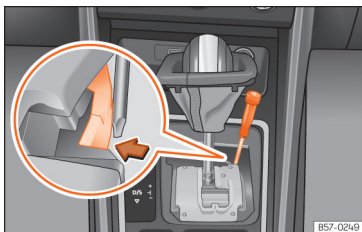

Abb. 217 Wählhebel: Notentriegeln aus der Parkstellung.
- Drücken Sie seitlich mit Hilfe der flachen Seite des Schraubendrehers auf die gelbe Taste und halten Sie sie gedrückt >>> **Abb. 217**.